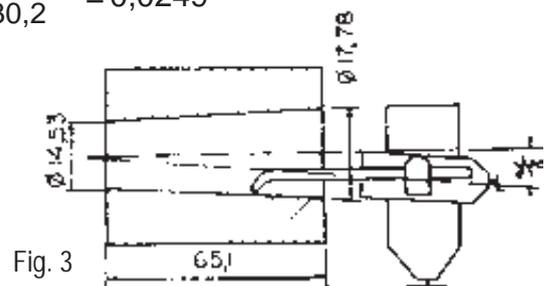

Fig. 3
b) Calcular el desvío en grados del carro superior para torneear el cono interior de la fig. 3,